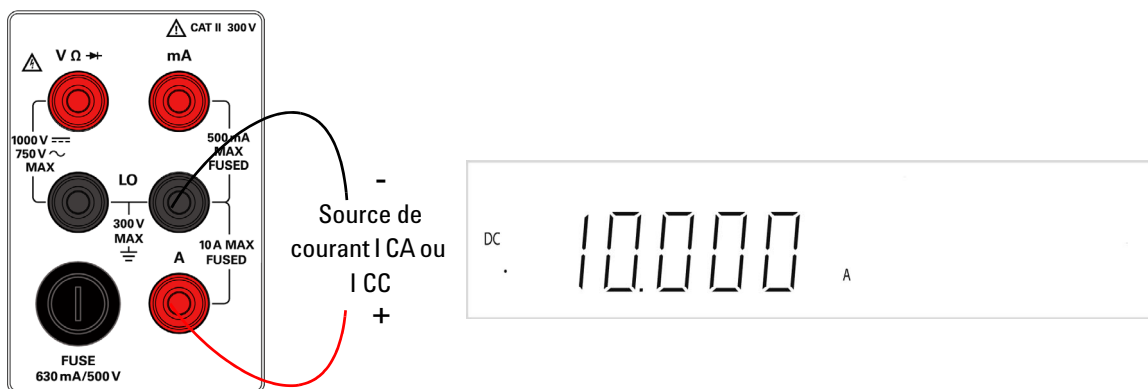

Figure 1-13 Connexion et affichage de la borne I CA eff. ou I CC (10 A)
- 4 Connectez les cordons de test rouge et noir à la borne d'entrée A tel qu'indiqué en Figure 1-13.